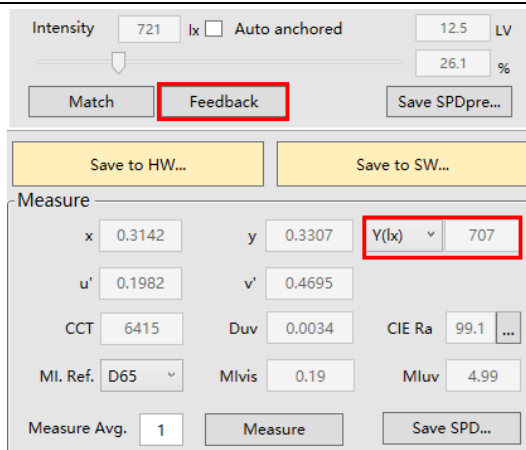
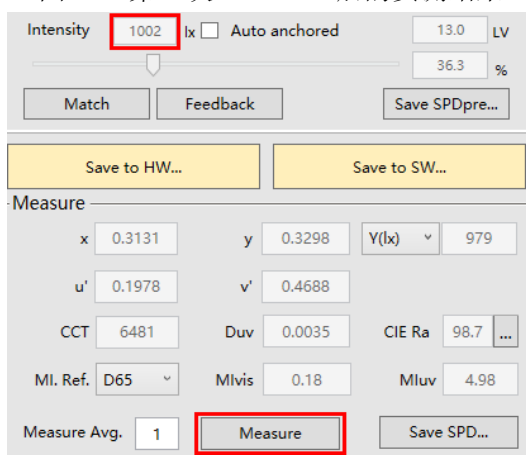

图 5.8. 第一次 *Feedback* 后的实测结果
图 5.9. 第二次调节亮度后的实测结果
- 7) 点击 *Feedback* 后，详见图 5.8，实测色温为 6415K、显色指数 99.1、照度 707lx；再次调节预测亮度至 1002lx，实测色温为 6481K、显色指数 98.7、照度 979lx，见图 5.9；第三次调节预测亮度至 1027，实测色温为 6502K、显色指数 98.7、同色异谱指数 0.19、照度为 1000lx，满足要求；若第三次调节亮度后色温偏差较大，则可再次使用 *Feedback*，并多次调节亮度直至达到目标参数；